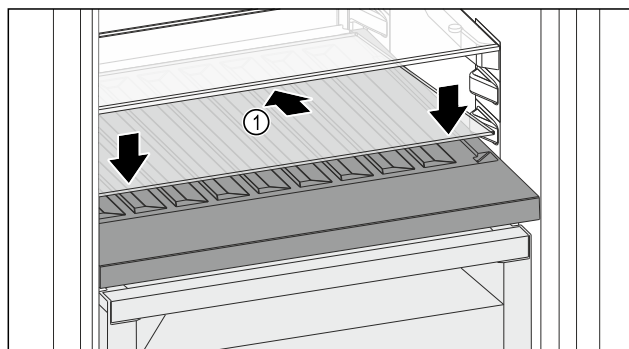

Fig. 146
- ▶ Pange klaasplaat Fig. 146 (1) kaldu ja tahapoole alla
- ▶ Langetage klaasplaat Fig. 146 (1) ees.